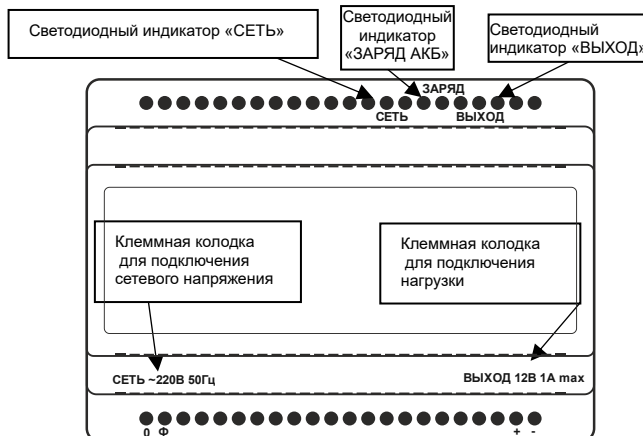

Рисунок 1 – Внешний вид изделия
- возможность отключения встроенной АКБ с помощью выключателя АКБ (см. рисунок 1). Указанный выключатель предназначен для отключения встроенной АКБ при транспортировке, хранении, или в случае длительного перерыва в эксплуатации источника;
Источник оснащен выключателем АКБ для включения/выключения встроенной АКБ, имеет две клеммных колодки для подключения входных и выходных проводных соединений и следующую светодиодную индикацию (см. рисунок 1):